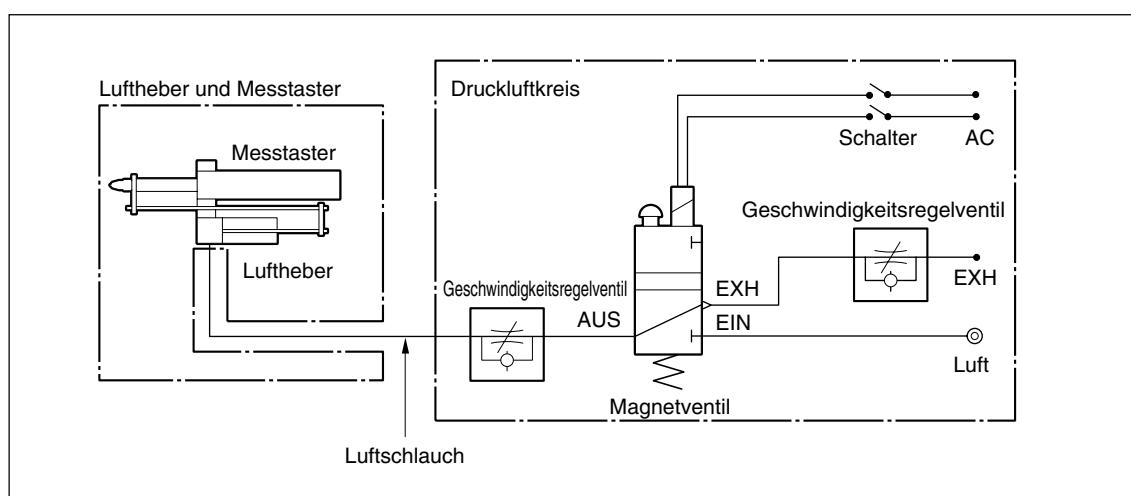

Abb. 1 Anschluss von Druckluftkreis und Luftschauch
Um diese Einheit zur Betätigung des Messfühlers zu verwenden, werden ein Druckluftkreis und ein Luftschauch (Außendurchmesser: 4 mm) benötigt, wie in Abb. 1 gezeigt.
- Schließen Sie den Druckluftkreis mit dem Luftschauch (Außendurchmesser: 4 mm) an den Krümmer an. (Abb. 1)